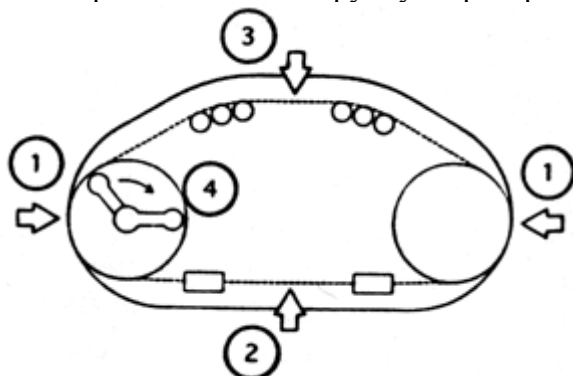

Рис.5.
- Поместите пилку в шкив и закрепите ее в последовательности, указанной на рис.5.